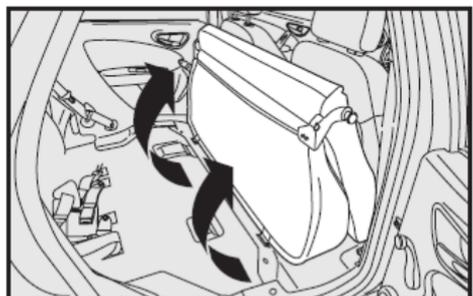

fig. 90
- 5) Incline hacia adelante el asiento trasero completo de manera que se obtenga una superficie de carga única fig. 90.